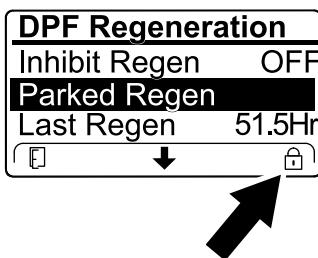

Рисунок 24
- Если компьютер двигателя запрашивает или выполняет восстановительную регенерацию, а вы перейдете вниз к опции PARKED REGEN (Стационарная РЕГЕНЕРАЦИЯ), стационарная регенерация будет заблокирована и в нижнем правом углу дисплея инфо-центра появится значок «Замок» (Рисунок 24).